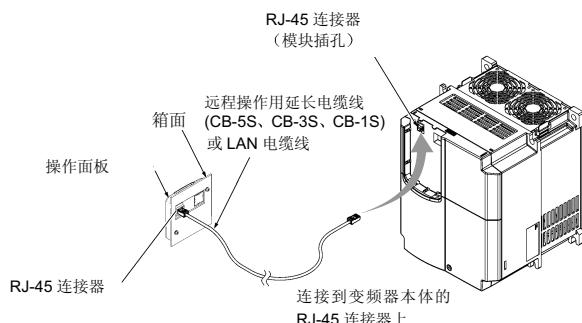

图 2.34 向操作面板・变频器本体连接延长电缆线或市场上销售的 LAN 电缆线
⑤ 在操作面板的 RJ-45 连接器和变频器本体的 RJ-45 连接器（模块插孔）上连接远距离操作用延长电缆线（CB-5S、CB-3S、CB-1S）或市场上销售的 LAN 电缆线。（图 2.34）